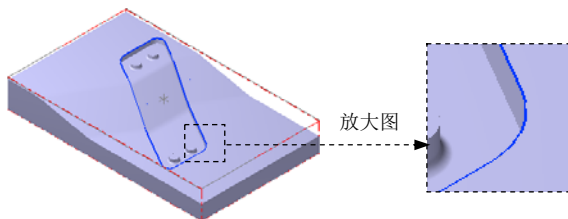

图 14.11 创建其余边界
(3) 单击 按钮完成指定边界 1 的创建。
Step2. 参照上一步创建其余的边界，结果如图 14.11 所示。